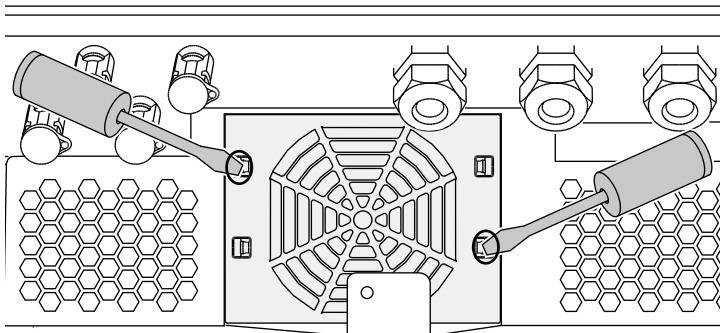

Fig. 70: Soltar las pestañas de fijación
3. Con un segundo destornillador, presionar las pestañas de fijación hacia el centro del ventilador. Sacar la unidad del ventilador ligeramente. **Fig. 70**